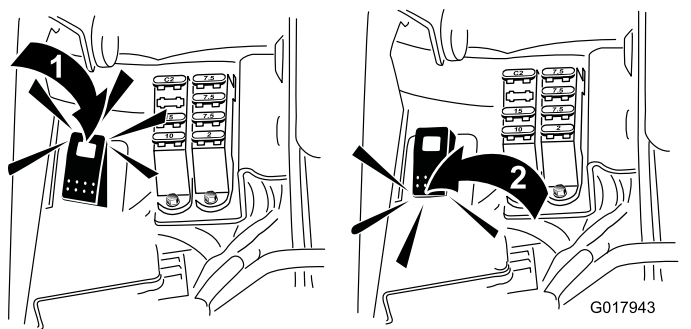

Figura 57
5. Posizionate l'interruttore di lappatura in posizione di retromarcia (R) (Figura 57).